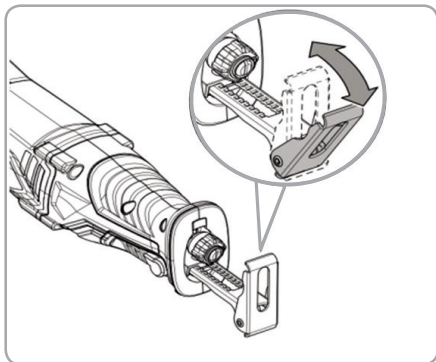

Fig.4
- Capul patinei de ghidare se adaptează la suprafața piesei, atunci când scula electrică este așezată pe piesă (încalinare de până la 30°). La finalul procesului de lucru, capul patinei de ghidare poate fi adus înapoi, în poziția inițială (fig.4).